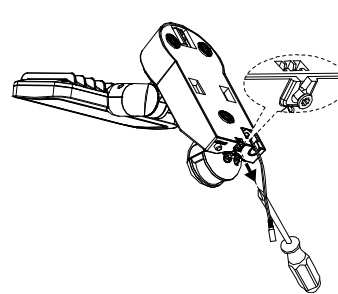

Bild 1
- Lossa de båda skruvarna (Bild 1) i väggfästet
OBS: När man byter batteri måste omkopplaren på lampenheten stå på OFF och solcellsmodulens kontakt tas bort från huvudenheten. För det första, för att byta batteri öppnar man huvudenhetens hölje enligt vad som beskrivs i avsnittet "Huvudenhet" i bild 1 och 2. Ta bort batteriet från hållaren och byt ut det mot ett nytt. Om möjligt laddar man upp batteriet innan med en vanlig batteriladdare för 1,2 V AA Ni-MH batterier. Om uppladdning med en batteriladdare inte är möjlig, skall man följa avsnittet "FÖRSTA UPPLADNINGEN AV SOLCELLSLAMPAN". Sätt ihop apparaten i omvänd ordningsföljd.